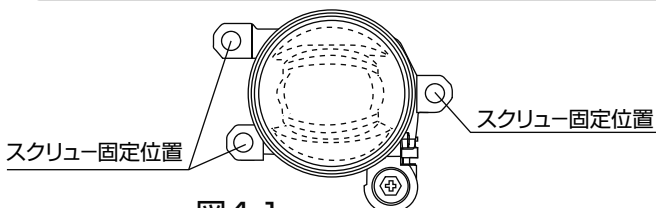
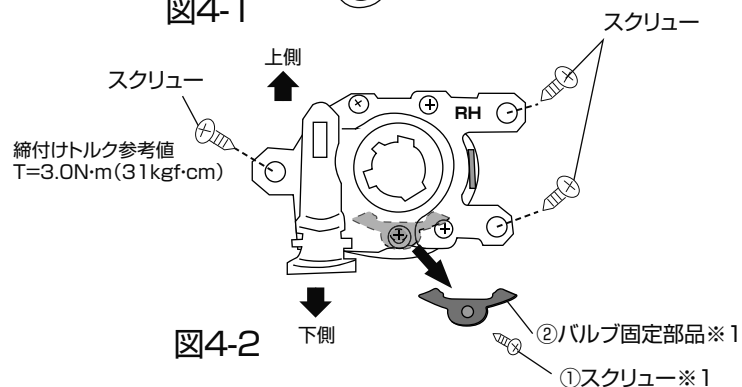

図4-1
図4-2
3. フォグランプを取付ける前に、図4-2①スクリーを外し、②バルブ固定部品を取り外してください。純正LEDフォグランプと同じ方法で、ランプ本体を車両へ確実に取付けてください。
運転席側装着 (図4-1、図4-2)